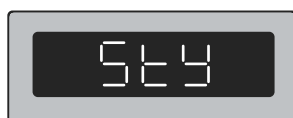

Figure 7
1. Lorsque la machine est en marche, l'écran affiche « 5LY » (veille). (Voir Figure 7)